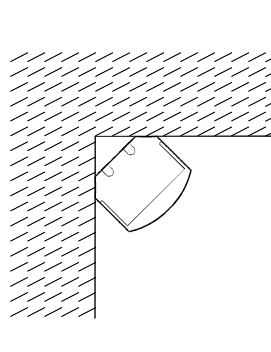

Рисунок 3.4
6.4.5 Угловой монтаж (Рис. 3.4)